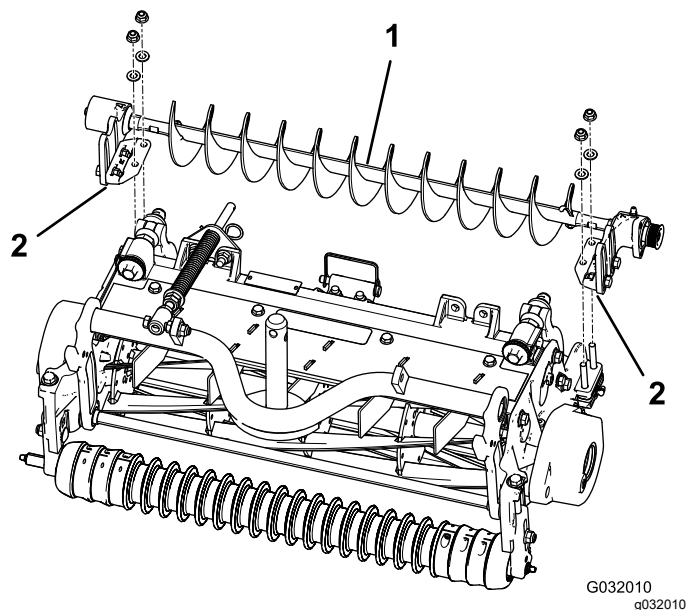

Figura 8
4. Coloque os suportes de montagem do conjunto da escova do rolo esquerdo ou direito nos parafusos de suporte do rolo (Figura 8).